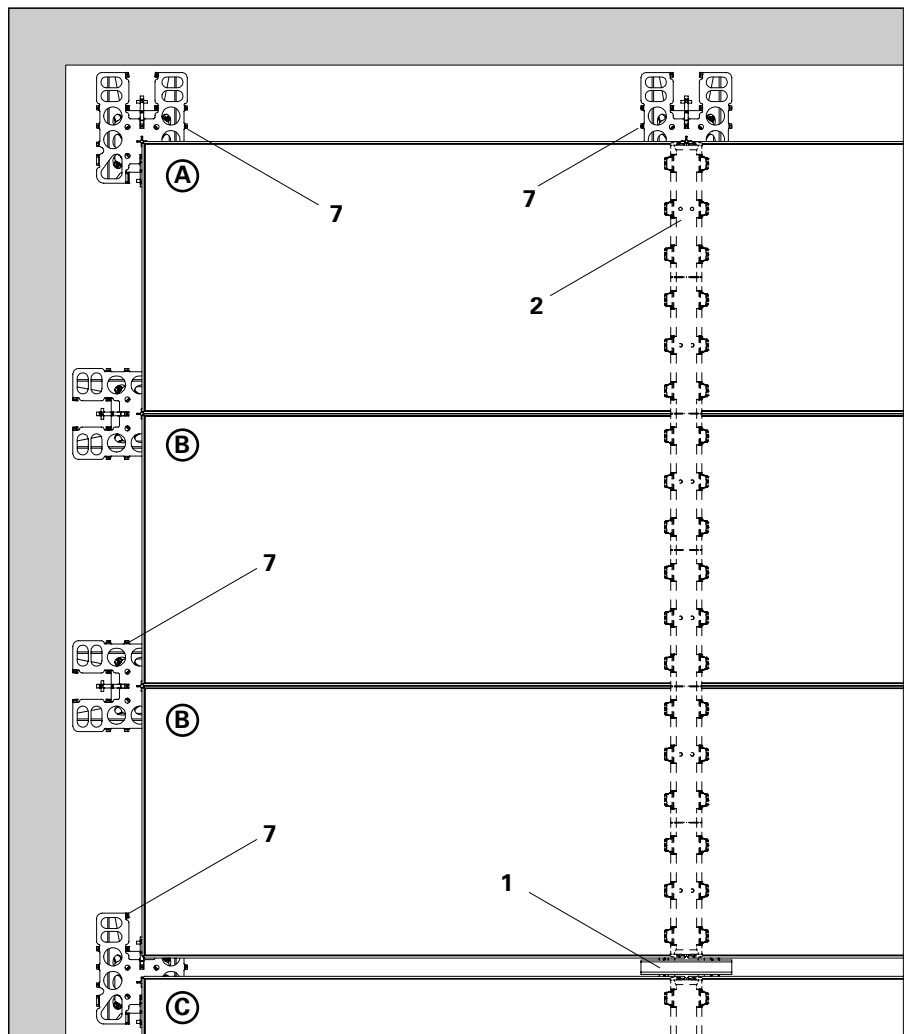

Fig. A5.19
Dans les coins ou les compensations longitudinales et transversales se rejoignent, la Plaque Combi (7) est alignée dans la direction de la poutrelle primaire. (Fig. A5.19 A)
Installer le porte-à-faux de la tête combinée (7) vers la zone de compensations (Fig. A5.19 B)
(Fig. A5.19 C)